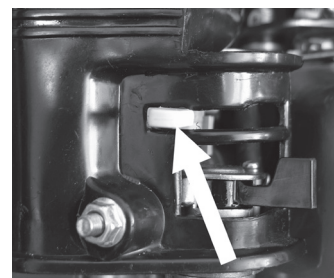

Abb. 8
3. Stellen Sie den Chokehebel nach links in die Position EIN (Abb. 8). Zum Starten eines warmen Motors oder bei hohen Umgebungstemperaturen ist es nicht erforderlich, den Choke zu schalten.